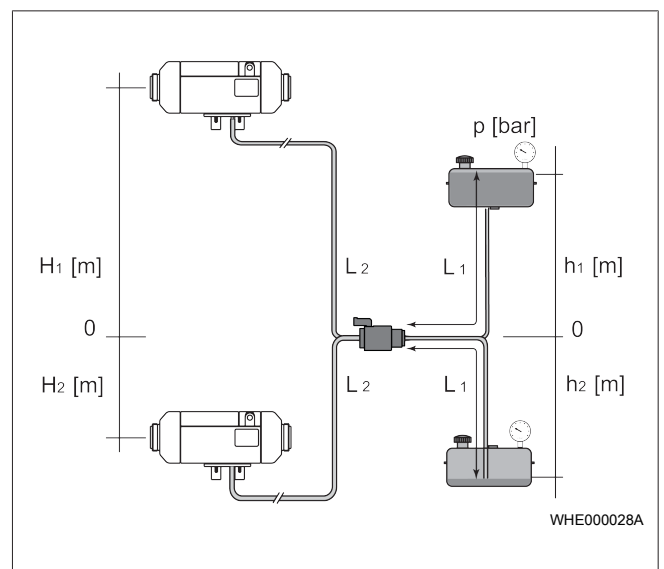

Abb. 8 Zulässiger Druck an der Kraftstoffentnahmestelle
- ✓ Der Druck an der Kraftstoffentnahmestelle ist im zulässigen Bereich (siehe Abb. 8 und Tabellen).